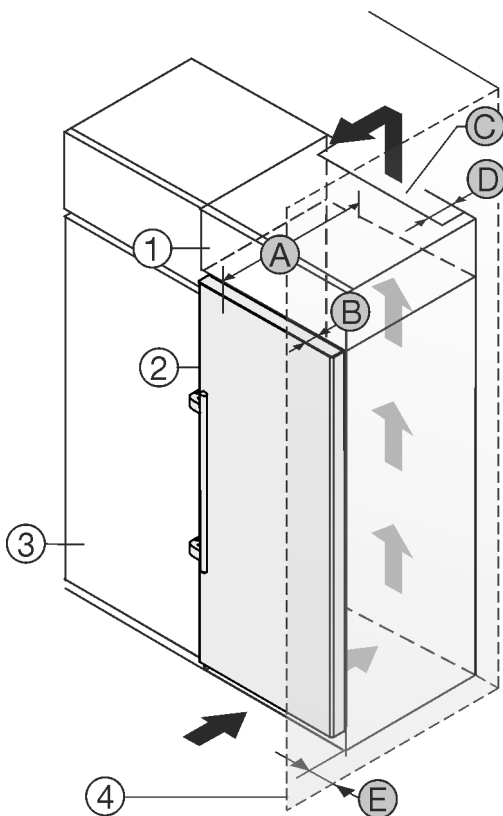

Fig. 2
- (1) Дополнительный шкафчик\*
- (2) Устройство\*
- (3) Кухонный шкаф\*
- (4) Стена\*
- (A) Глубина устройства\*
- (B) Глубина двери\*
- (C) Вентиляционное сечение\*
- (D) Расстояние до обратной стороны устройства\*
- (E) Расстояние до стороны устройства\*
Установите устройство непосредственно рядом с кухонным шкафом Fig. 2 (3)\*.
На задней стенке дополнительного шкафчика должен быть вентиляционный канал с глубиной Fig. 2 (D) по всей ширине этого шкафа.\*
Нужно соблюдать вентиляционное отверстие Fig. 2 (C) под нижней панелью.\*
Если устройство установлено на шарнирах у стены Fig. 2 (4), то расстояние между устройством и стеной должно быть не менее 57 мм. Настолько выступает ручка при открытой дверце.\*
Чтобы можно было полностью открыть двери, устройство должно выступать на глубину двери Fig. 2 (B) относительно передней стенки кухонного шкафа. В зависимости от глубины кухонных шкафов Fig. 2 (3) и использования пристенных распорок устройство может выступать и больше.\*